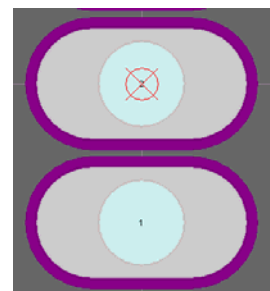

図 52 ソルダ・マスクが表示されたパッド
2. デザインウィンドウ下部のレイヤタブ (例えば、**Top Solder**) をクリックして、ソルダマスクを表示します (図 52)。